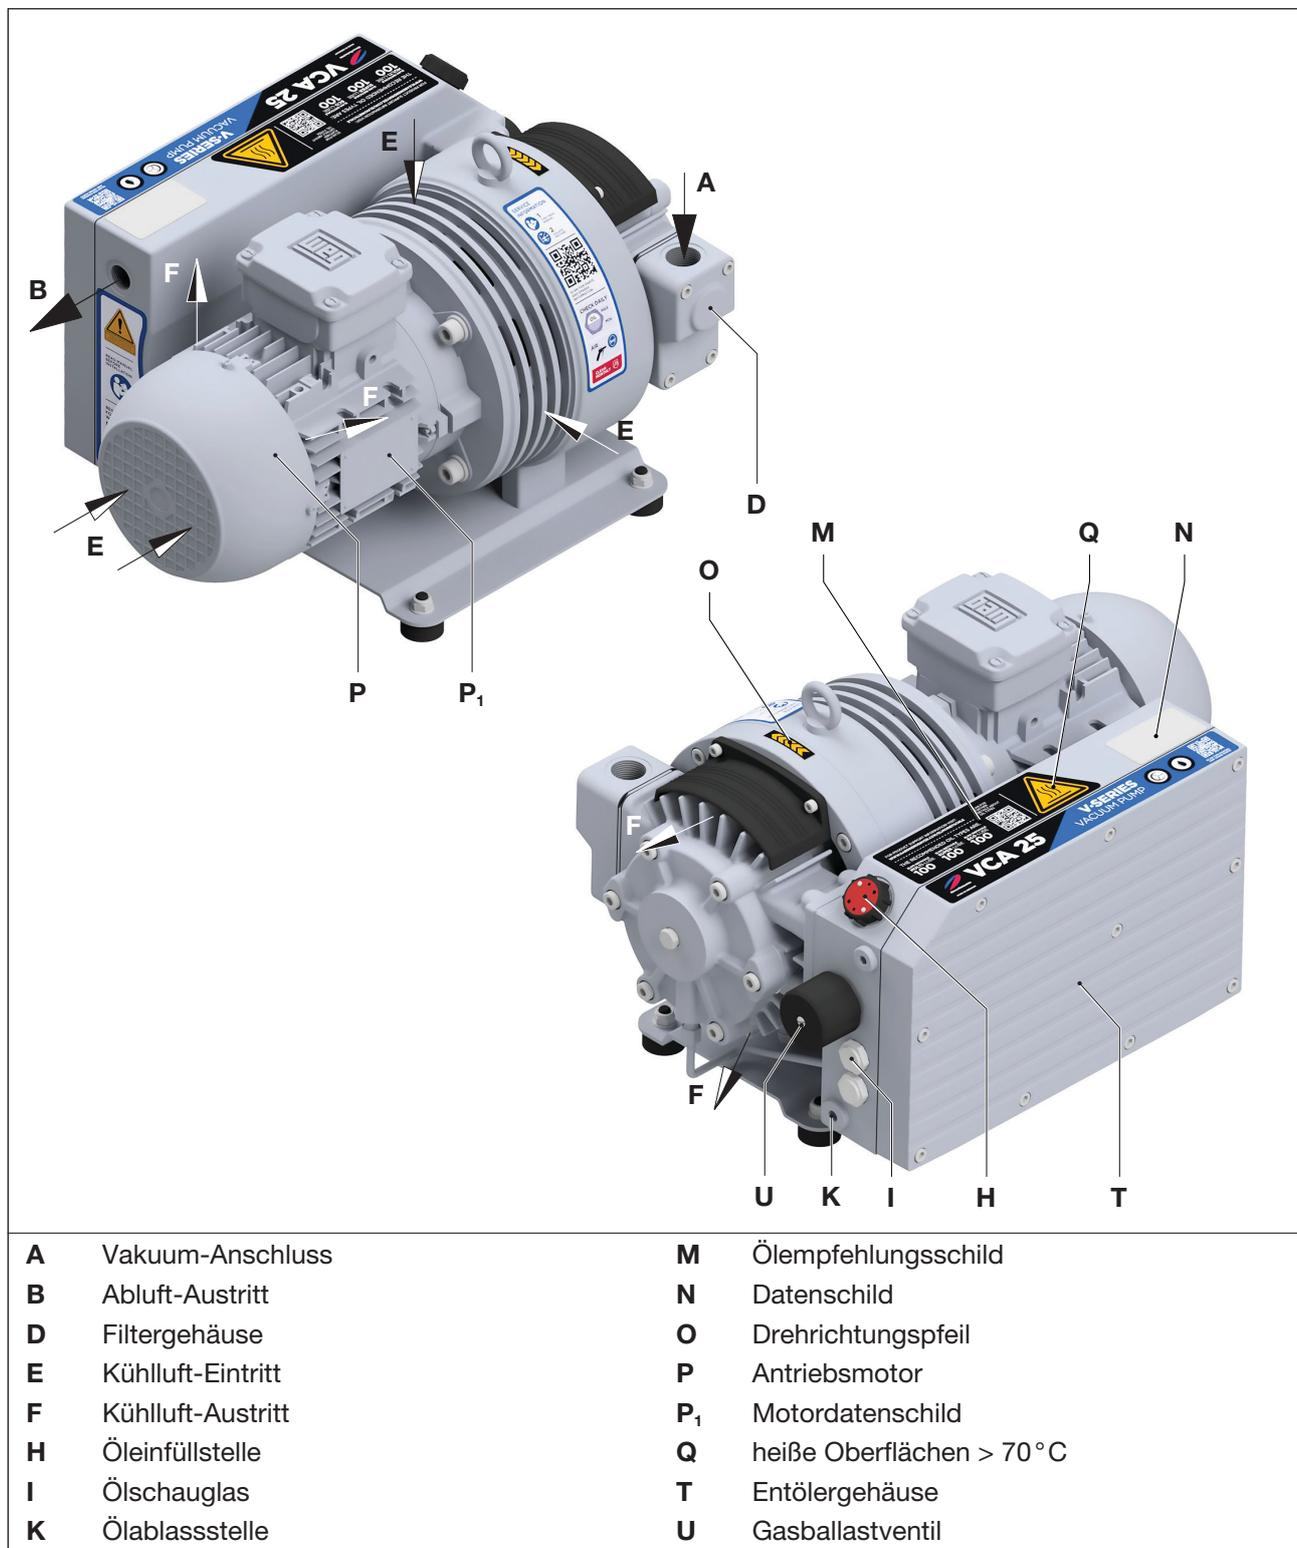

Abb. 2 Vakuumpumpe V-VCA 25 (VCE 25 ist baugleich)
- Filtergehäuse (Abb. 2/D), Öleinfüllstelle (Abb. 2/H), Ölschauglas (Abb. 2/I), Ölablass (Abb. 2/K), Gasballast (Abb. 2/U) und Entölergehäuse (Abb. 2/T) müssen leicht zugänglich sein.
Der Vakuumananschluss (Abb. 2/A) befindet sich auf dem Filtergehäuse (Abb. 2/D).
- Blindstopfen an Sauganschluss (Abb. 2/A) und Abluftaustritt (Abb. 2/B) entfernen.
- Rohrleitung an Vakuumananschluss (Abb. 2/A) anschließen.
- Die abgesaugte Luft kann durch den Abluftaustritt (Abb. 2/B) ausgeblasen oder mittels Schlauch- bzw. Rohrleitung weggeführt werden.